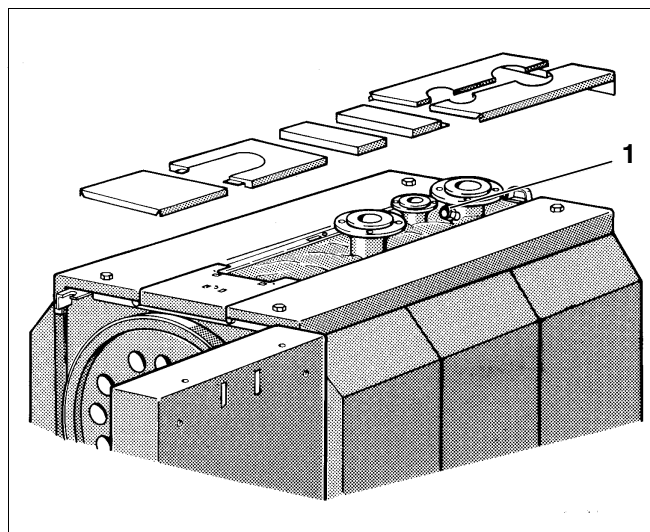

Fig. 25 Ponto de medição
- Conduza o cabo do sensor com o sensor para o regulador de temperatura FTR, termómetro FT, termostato de segurança FSTB e temperatura da água da caldeira FK até ao casquilho de imersão (fig. 25, **item 1**).